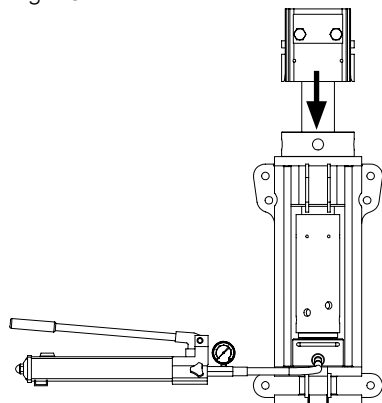

Fig. 26
7. Ruotare la madrevite (1.3) con l'albero di montaggio VST in senso orario finché la madrevite non poggia sulla piastra di testa. (Fig. 26)